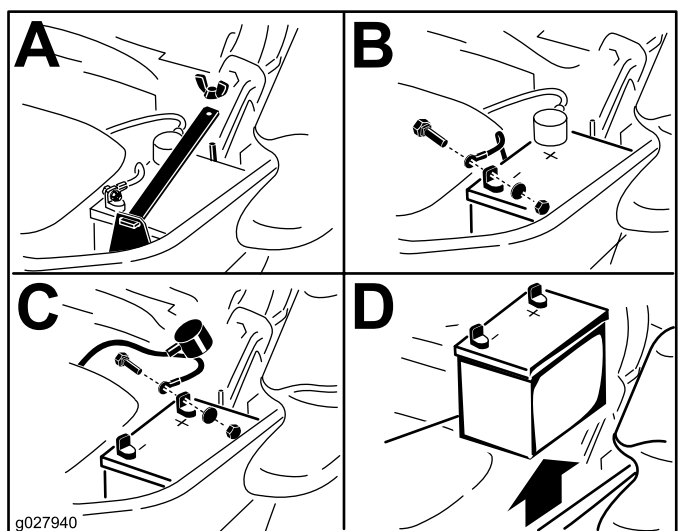

Figure 58
3. Retirez la batterie, comme montré à la Figure 58.
**Remarque:** Placez la batterie dans son support en tournant les bornes à l'opposé du réservoir hydraulique (Figure 58).